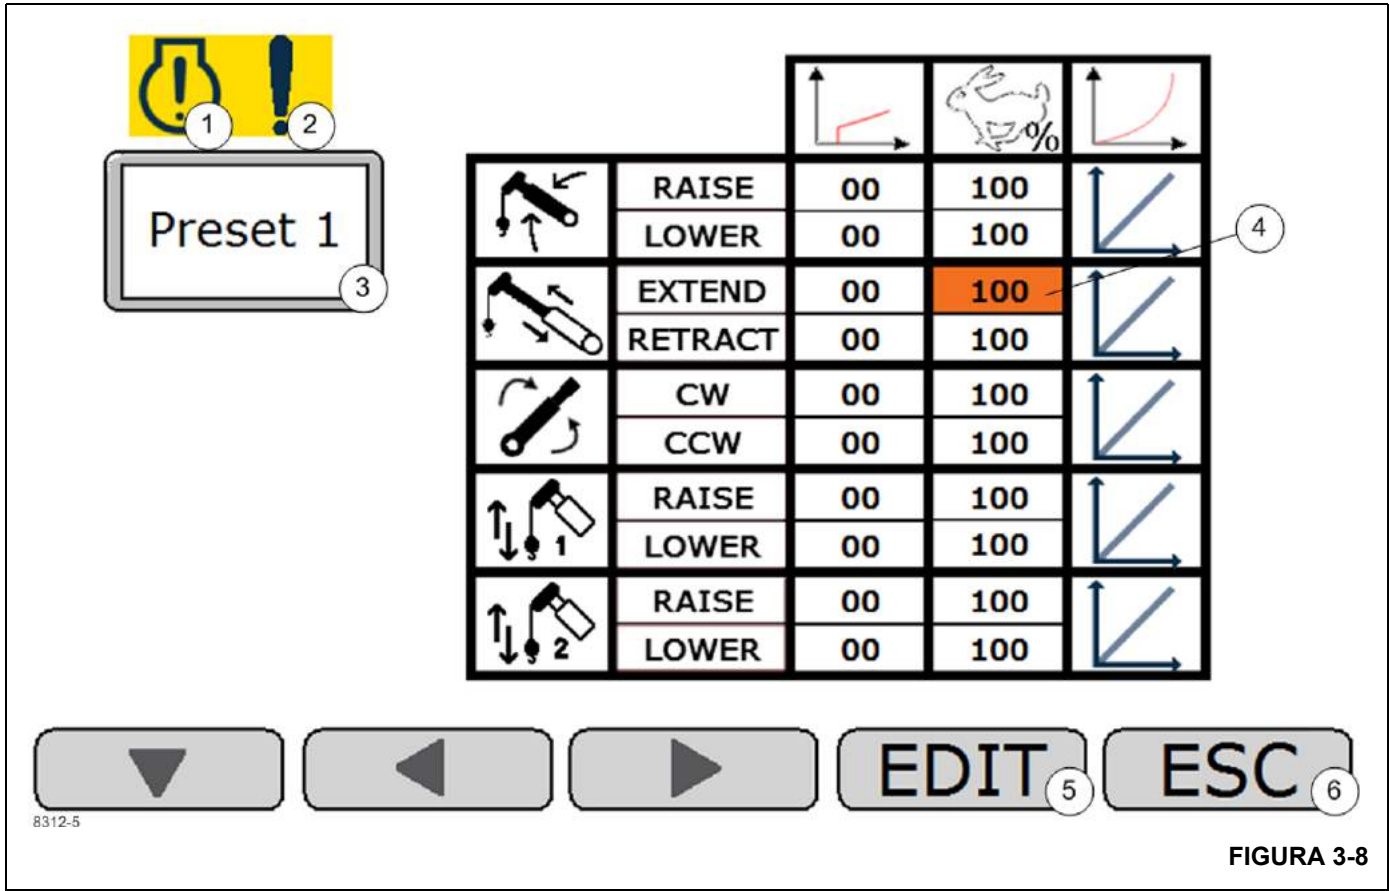

FIGURA 3-8
Tela de modificação de predefinições 2 (Figura 3-8)
Indicador ativo de falha do motor (1) (Figura 3-8)